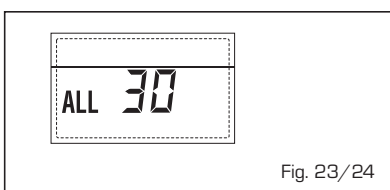

Fig. 23/24
- **ANOMALIA SONDA DESCARGA CASCATA "ALL 31"** (fig. 23/25)